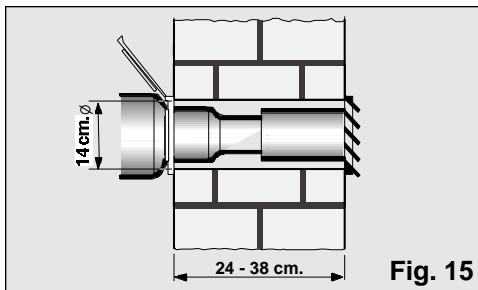

Fig. 15
- ❑ Per espellere l'aria calda attraverso il muro bisogna eseguire un foro di diametro 14 cm in esso per collocarvi il bocchettone, Fig. 15.